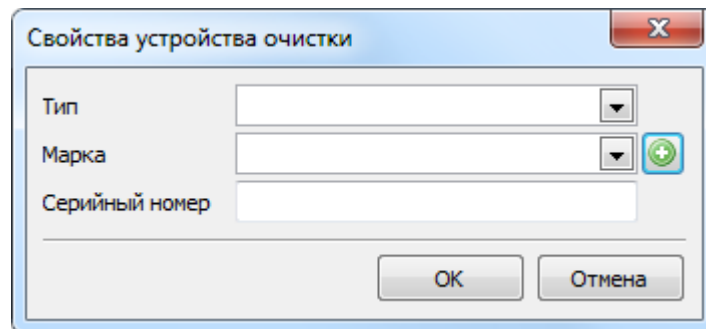

Рисунок 71. Диалог "Свойства устройства очистки"
При редактировании записи таблицы работа происходит в диалоге **"Свойства устройства очистки"** (Рис. 71).
3. В появившемся диалоге, аналогичном диалогу при добавлении нового устройства очистки и дегазации раствора (Рис. 71), отредактируйте необходимую информацию .